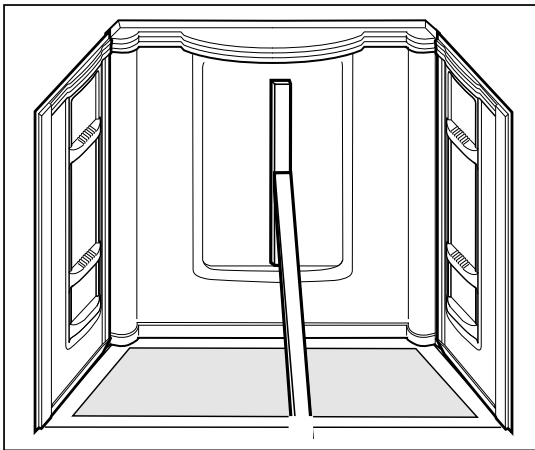

Figura 6
- 7** Coloque un soporte provisorio para sostener el centro del panel posterior presionado contra las vigas de la pared por unas 24 horas mientras se seca el adhesivo (Figura 6).